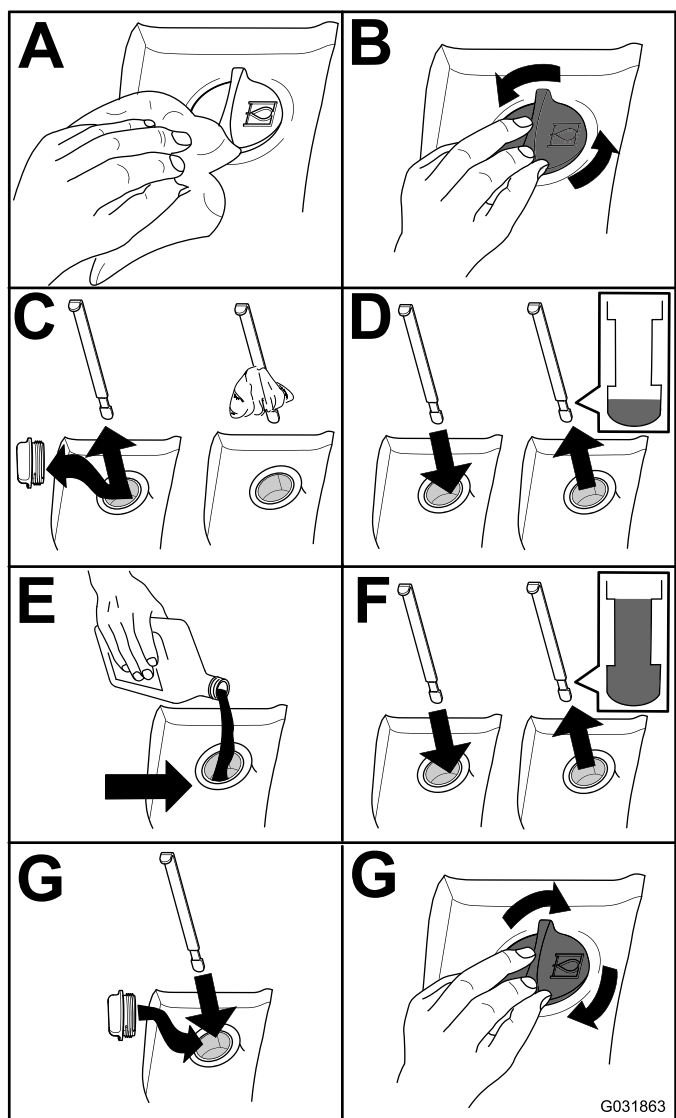

Figura 117
2. Verifique o nível de fluido hidráulico (Figura 117).